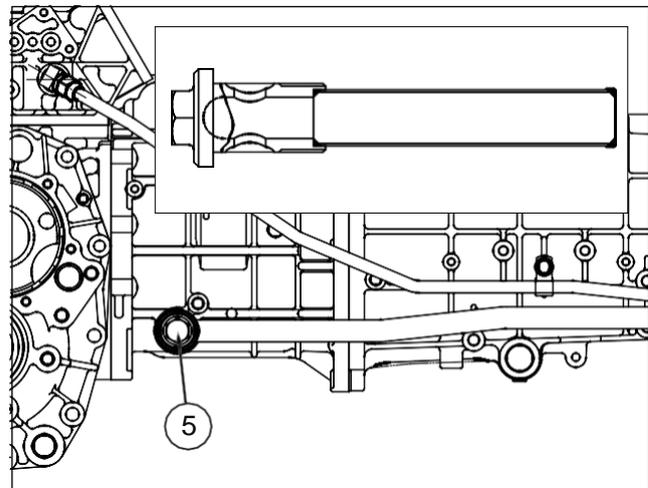

FIG. 96
FIG. 96: Para limpiar el filtro de aceite de transmisión (aspiración) - limpie el filtro de aceite de transmisión cuando se haya vaciado todo el aceite. Desenrosque el filtro (5) del tubo de aspiración. Límpielo con disolvente o petróleo, séquelo bien y colóquelo de nuevo. Si observa que está dañado, sustitúyalo por uno nuevo. Compruebe que las juntas tóricas no estén dañadas.